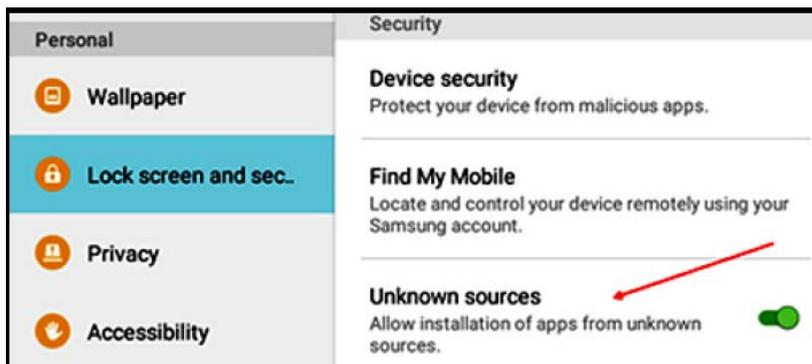

Рис. 56: Настройки безопасности
- В настройках планшета активируйте опцию “Unknown sources” (Неизвестные источники) только для этой установки (см. Рис.56 ниже).